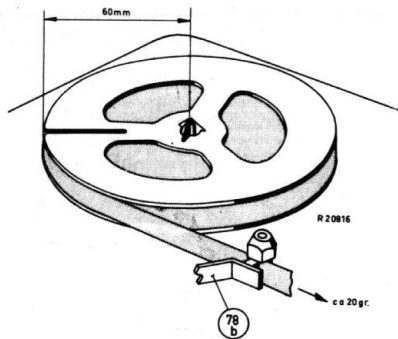

Fig. 32b
- De kracht waarmee de band strak gehouden wordt tijdens weergave, moet ca. 20 gr. bedragen, gemeten met een spoel met 120-mm-band (volle 5" haspel), zie fig. 32b. Deze frictie wordt verkregen door de remwerking van de aandrijfsnaar van het telwerk en de remwerking van afrembeugel 78b, die de band tegen de linkerbandgeleider drukt.